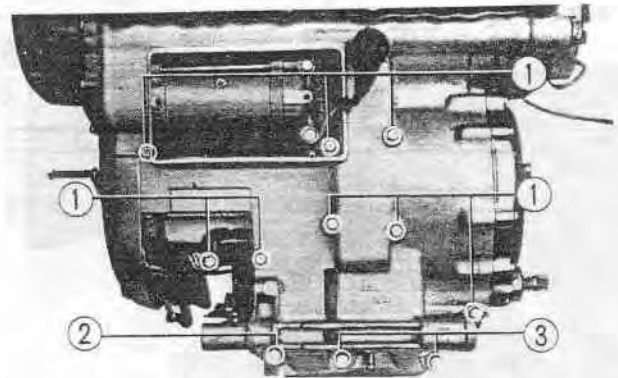

Fig. 3-73 ① Boulon de 6 mm
12. Desserrer les boulons de fixation du carter supérieur. (Fig. 3-73)